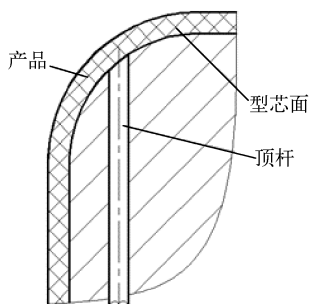

图 7-24 修剪的结果
- **【修剪】**：修剪是利用修剪型芯的曲面对顶杆进行修剪，修剪的结果可使顶杆的端部形状与型芯表面一致。这种修剪方法不会使产品产生凹痕，如图 7-24 所示。